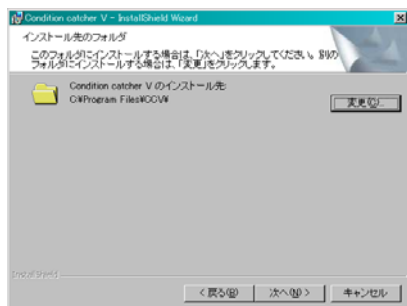
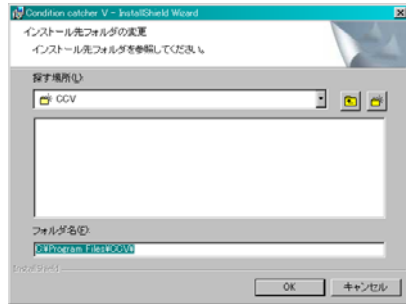

図5. インストール画面2
図6. インストール画面3(フォルダ指定)
- ④インストール先のフォルダを変更する場合には、図5画面の『変更』ボタンをクリックして表示される図6画面を操作してインストール先を指定してください。